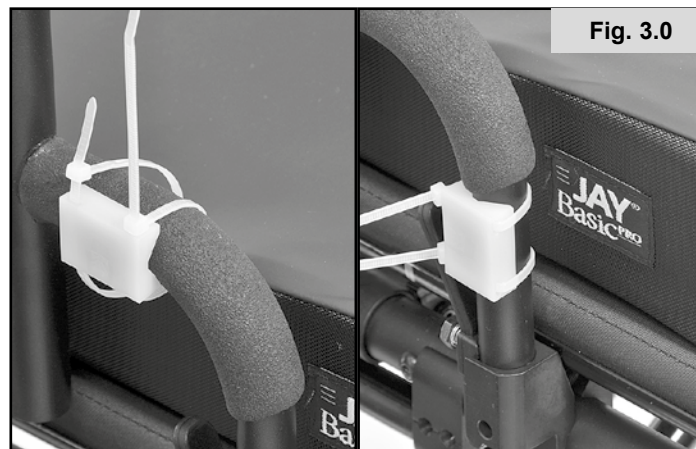

Fig. 3.0
3. El soporte suministrado para la caja de interruptores (que se muestra en blanco para una mayor claridad) se puede usar para fijar la caja de interruptores a un tubo vertical u horizontal de un diámetro de 19 mm a 28 mm, utilizando la cinta de doble cara y las abrazaderas plásticas suministradas. (Fig. 3.0 - 4.0)